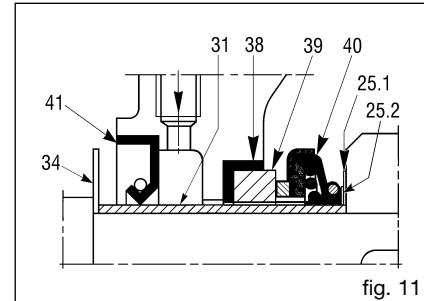

fig. 11
- Il faut pur cela que les cotes A et B des fig. 17, 18, 20 et 21 soient le plus possible égales. Il est donc nécessaire d'utiliser les anneaux de compensation (25.2) (fig. 11) fournis avec la garniture de rechange. Ces anneaux servent à déplacer la turbine vers l'avant au cas où elle soit trop loin de la plaque d'usure frontale ou trop près de celle arrière (quand elle est prévue). Les anneaux de compensation doivent être montés entre l'anneau qui soutient la garniture (25.1) (fig. 11) et la turbine. D'autres ajustements peuvent être faits avec les joints du corps et la plaque d'usure arrière. Le joint (43) (fig. 10) qui a une épaisseur de 0,5 mm permet d'obtenir la distance voulue (fig. 19).